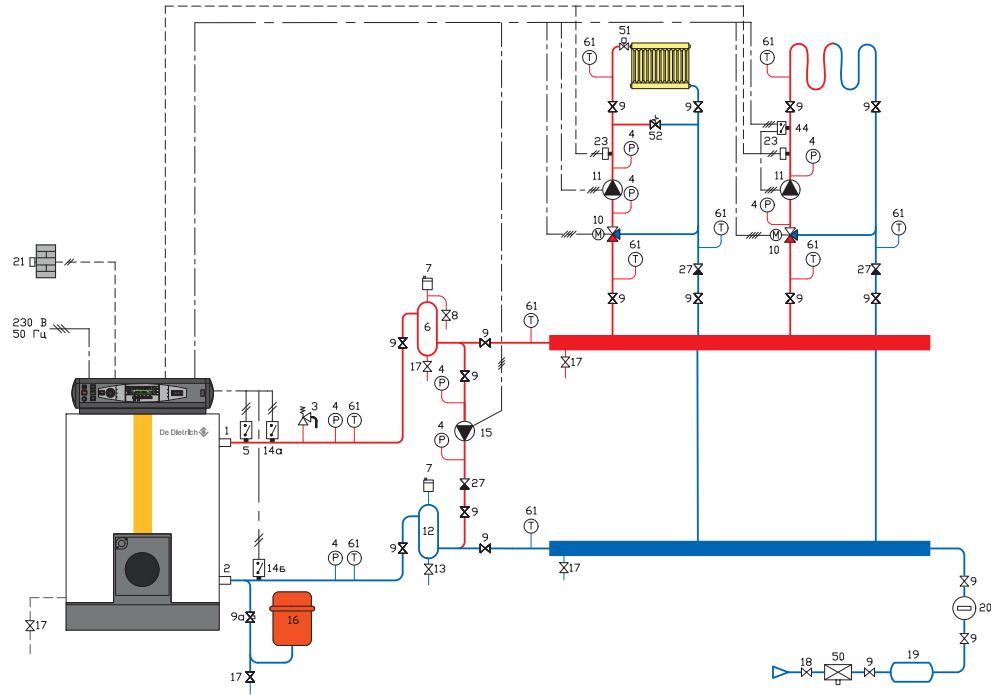

Рисунок 15.
3. Подпитка отопительной установки в обратный коллектор (рисунок 15)